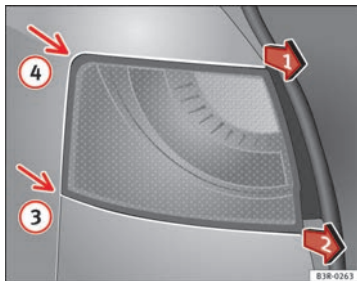

Abb. 221 Ausbau der
- Lösen Sie mit einem Schraubendreher die dahinterliegende Schraube im Gegenuhrzeigersinn (Pfeil) ②, und nehmen Sie diese vorsichtig heraus.
- Die Heckleuchte abwechselnd in Pfeilrichtungen ⇒ Abb. 221 Position ① und ② ziehen, bis die Heckleuchte sich aus der Aufnahme (Positionen ③ und ④) löst.